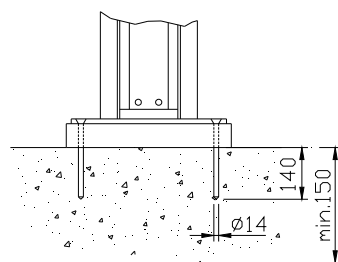

Fig.36
- Boor de verankeringsgaten in de vloer zoals aangegeven in Fig 36.